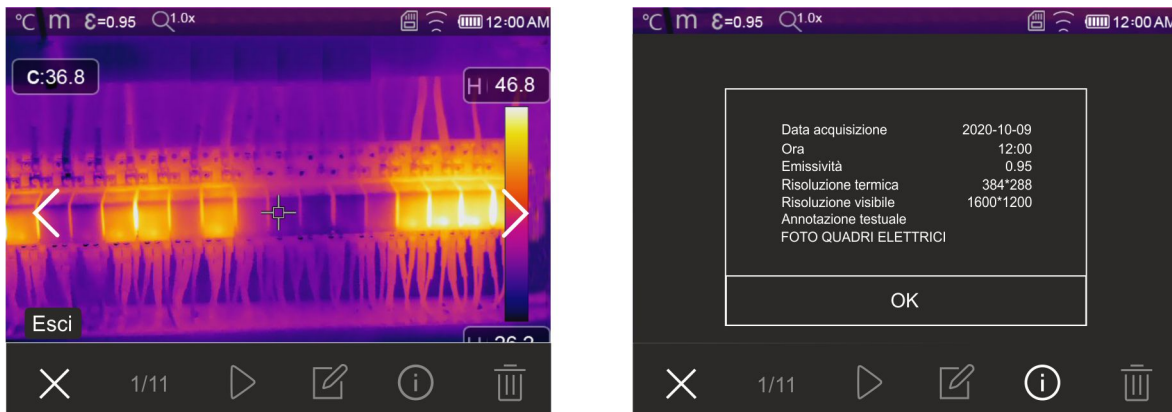

Fig. 52: Richiamo a display immagini salvate
1. Premere il tasto  per entrare nella galleria delle immagini e video salvati nella memoria dello strumento o nella micro SD card. La videata di Fig. 52 – parte sinistra seguente è mostrata a display
3. Toccare l’icona “” per aprire la sezione con le informazioni sull’immagine salvata. La videata di Fig. 52 – parte destra è mostrata a display